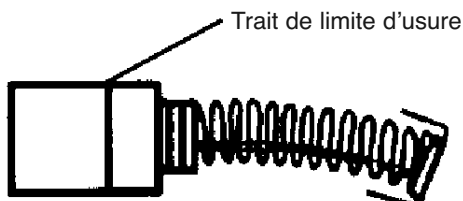

FIGURE 22
3. Retirez le couvercle de la courroie (A) Fig.22 en dévissant les 4 vis à tête bombée (B).
9. Repositionnez le couvercle de la courroie et fixez-le en place avec les 4 vis à tête bombée (A) Fig.22.